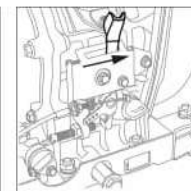

Рисунок 8.
8. Переведите рычаг декомпрессора в положение «ВНИЗ» (рис. 8). Он вернется в исходное положение после попытки запуска.
- Запуск с помощью ручного стартера. Медленно вытащите шнур ручного стартера до появления сопротивления, а затем резко и быстро потяните его (рис. 9). При необходимости вновь переведите рычаг декомпрессора в положение «ВНИЗ» (рис. 8) и повторите попытку запуска двигателя.